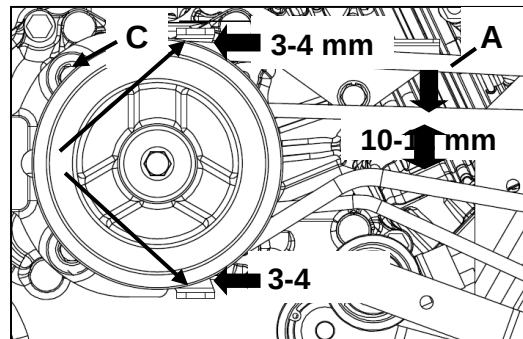

Figura 22
- Premere la cinghia con un dito sul punto (A, Figura 22); la cinghia deve spostarsi di 10-12 mm. Se la cinghia non si muove di conseguenza, regolare nuovamente il tensionamento.
- Controllare che i guidacinghia (B, Figura 22) si trovino a 3-4 mm dalla cinghia di serraggio.
- Se necessario, registrare i guidacinghia come segue : allentare il bullone (C, Figura 22), regolare i guidacinghia secondo necessità e serrare nuovamente il bullone.